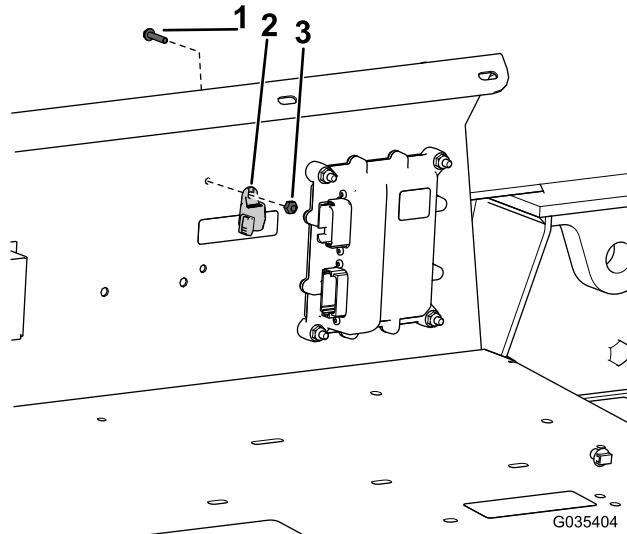

Bild 7
4. Nehmen Sie die Kabelbaumkappe (**Bild 7**) vom Kabelbaum ab.
5. Befestigen Sie die Kabelbaumkappe mit einer Schraube (Nr. 10) und Sicherungsmutter an der Schutzvorrichtung des Kotflügels, wie in **Bild 7** abgebildet.